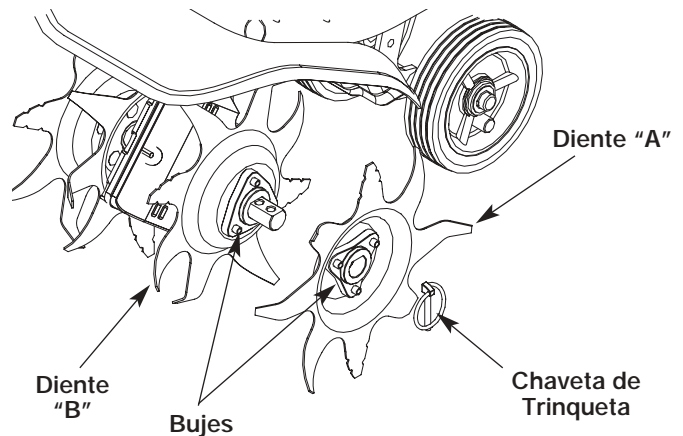

Fig. 15
1. Coloque el control de encendido y apagado en la posición de APAGADO (O) y desconecte el cable de la bujía de encendido.
2. Saque las presillas del pasador de la horquilla y los pasadores de la horquilla (Fig. 15).
5. Ubique un diente A y un diente B en el árbol del diente (Fig. 15).